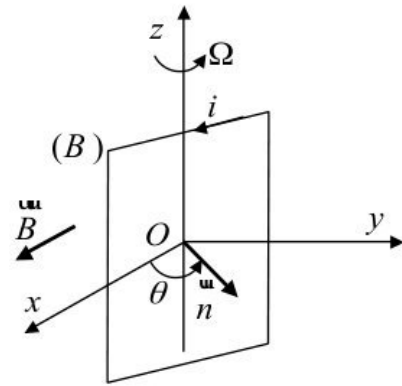

figure 4
comme une bobine plate (B) de N spires rectangulaires de centre O , de surface S' chacune et d'axe orienté par la normale $\vec{n}$ (figure 4). La bobine tourne autour de son axe de symétrie (Oz) passant par les deux milieux de côtés opposés avec une vitesse angulaire constante Ω dans une région de l'espace où règne un champ magnétique extérieur $\vec{B}_e$ homogène uniforme et stationnaire orthogonal à l'axe de rotation. On néglige le champ magnétique propre créé par les courants induits dans la bobine (B) de résistance R devant le champ extérieur $\vec{B}_e$.